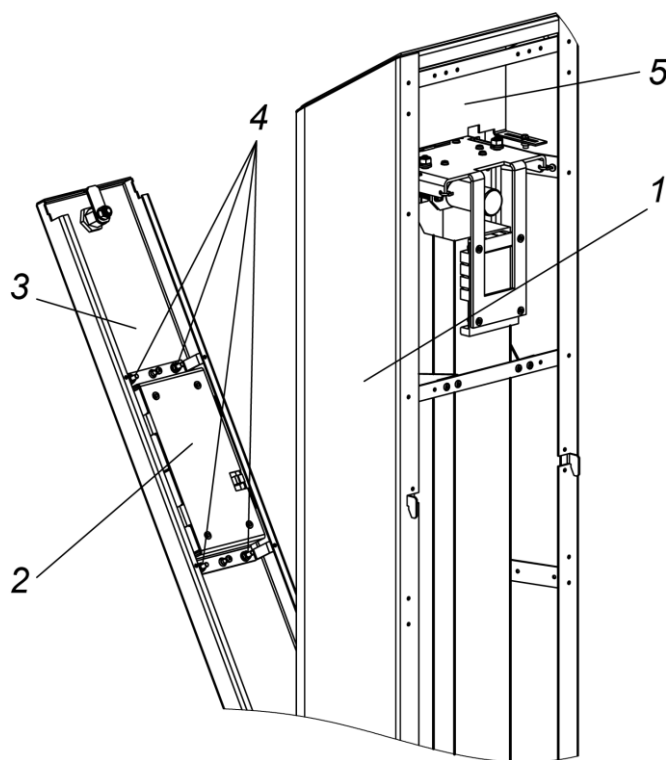

Рисунок 18. Блок постоянной индикации бокового модуля с картоприемником
- у бокового модуля с картоприемником (монетоприемником) (см. рис. 18):
- откройте ключом замок крышки контейнера (3, рис. 18) и потяните ее за ключ на себя до упора,
- снимите блок индикации (2, рис. 18), для чего открутите 4 гайки с шайбами (4, рис. 18).
1. Снимите кронштейн для считывателя (5, рис. 18), для чего открутите 2 винта.